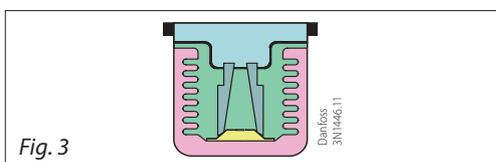

Fig. 3
3. Fig. 3. Sensor en elemento termostático sellado herméticamente.